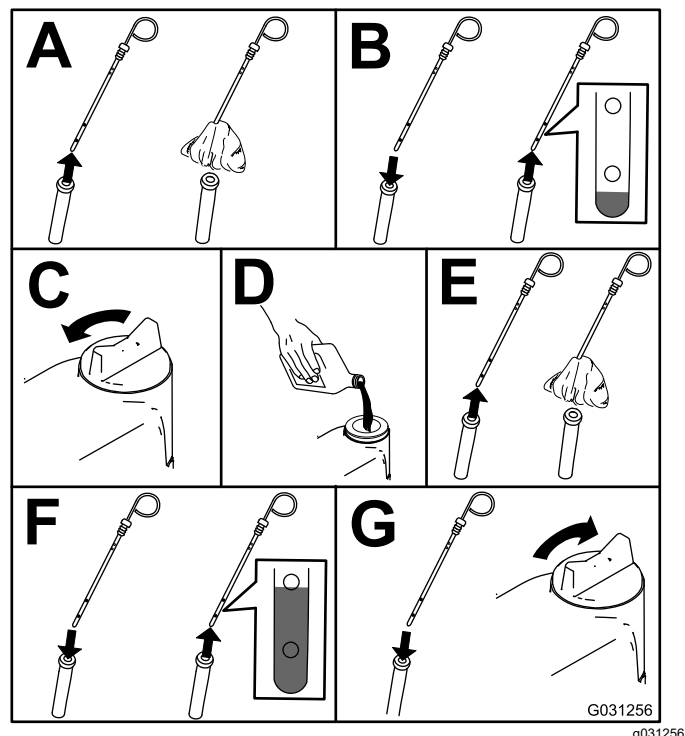

Figure 30
4. Contrôlez le niveau d'huile moteur comme montré à la Figure 30.